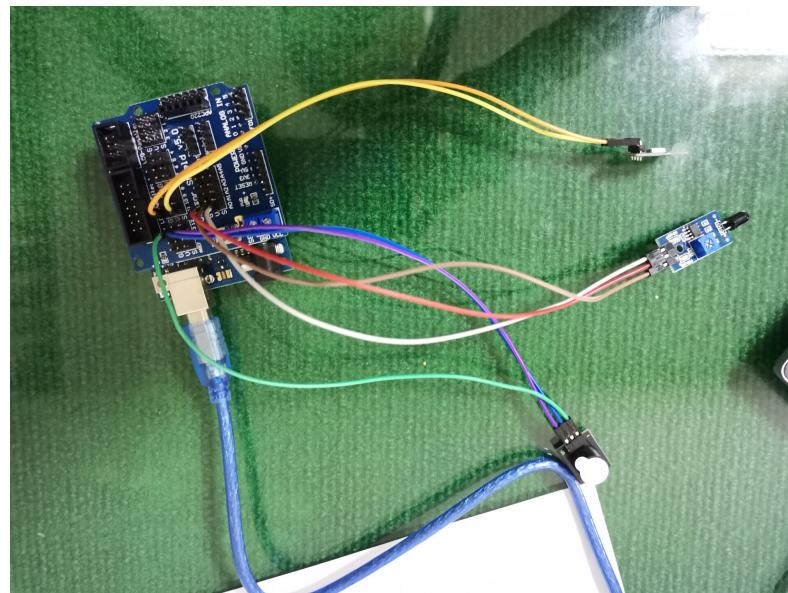

图 17.2: 实验接线图
- (1) 按照如图17.2所示的方式完成接线；
- (2) 打开 Arduino IDE，输入程序；
- (3) 检查无误后上传程序；
- (4) 调节火焰传感器模块的电位器（蓝色的突起），使其检测阈值在合适的范围内，然后用打火机等在火焰传感器附近打火，观察蜂鸣器与 LED 灯的变化。